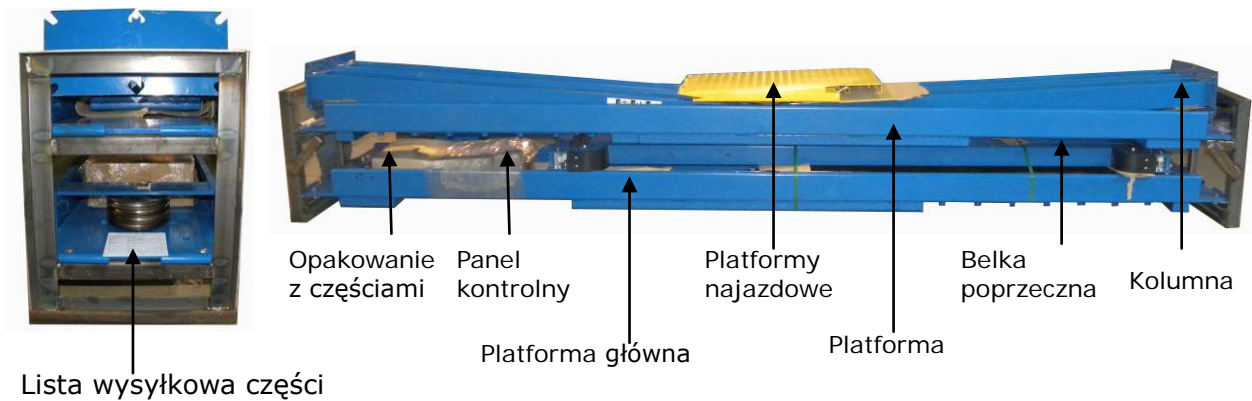

Fig. 5
2. Otworzyć ostrożnie opakowanie (patrz Fig. 5).